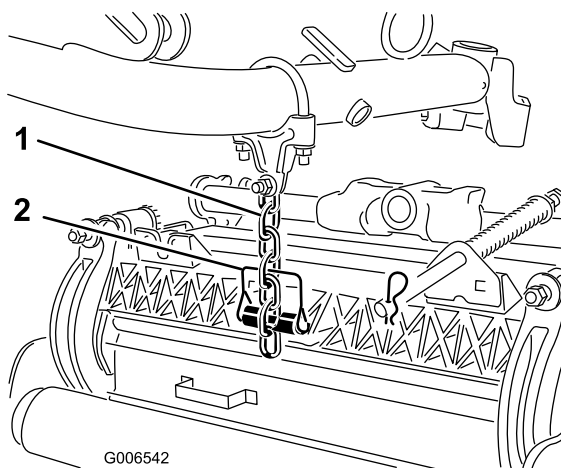

図 18
7. スナップピンを使って、昇降アームのチェーンをカuttingユニットのチェーンブラケット 図 18に、以下の手順で固定する。